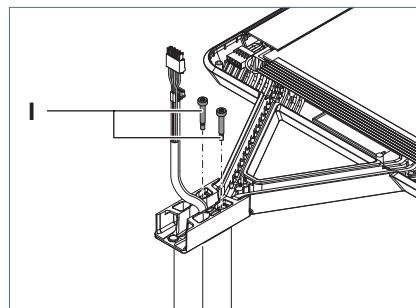

Fig. 7: Leuchtenkopf 1 fixieren.
- ▶ Ziehen Sie die beiden Stellschrauben **I** an, bis die Schraubenköpfe bündig mit dem Adapter abschließen, siehe Fig. 7.